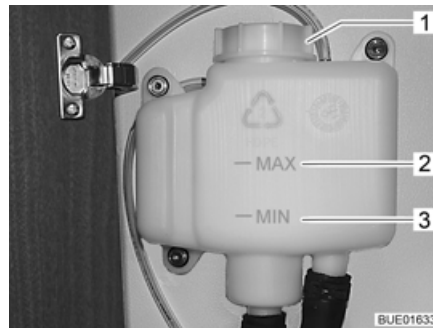

Fig. 212 Vaso d'espansione senza diaframma
- Controllare se il livello del liquido nel vaso d'espansione (Fig. 212) è tra la riga del "MIN" (Fig. 212,3) e del "MAX" (Fig. 212,2).
- Aprire il coperchio (Fig. 212,1) del vaso d'espansione.